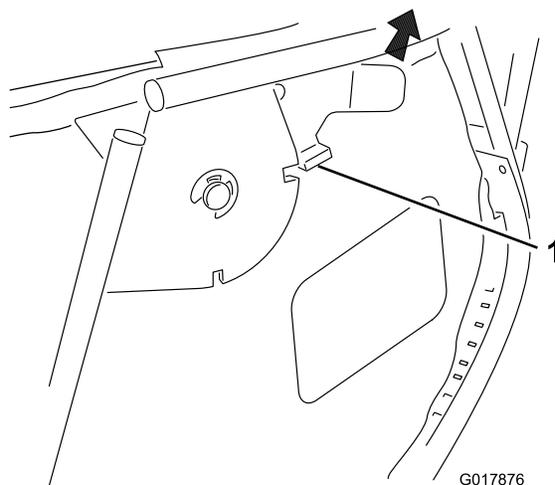

Figura 14
1. Abra el cierre de bloqueo (Figura 14).